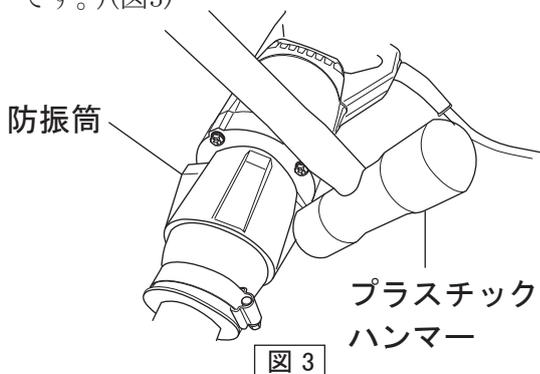

図3
1. プラスチックハンマーで防振筒をたたき防振筒および振動体を外す。(防振筒のネジは左ネジです。)(図3)
6. プラスチックハンマーで防振筒をたたき振動筒を固定する。(防振筒のネジは左ネジです。)(図3)